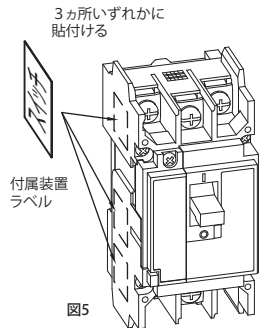

図5
- ⑤同梱の付属装置ラベルをブレーカの側面(3カ所いずれか)に貼付けてください。(図5)